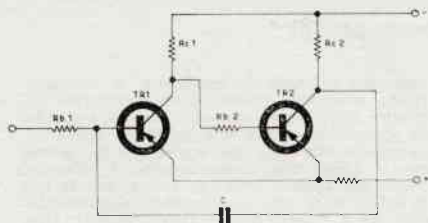

Fig. 4
Se colleghiamo A con C tramite un condensatore avremo ancora un monostabile che però ritorna allo stato di partenza con un certo ritardo determinato dalle costanti del circuito (fig. 4) (6).